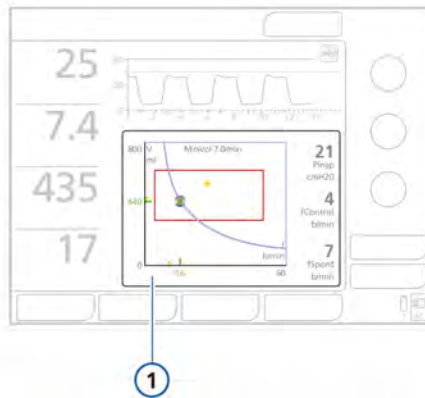

Figura 7-8. Ventana de gráficos objetivo de ASV (1)
- Aparecerá el gráfico objetivo de ASV (figura 7-8).